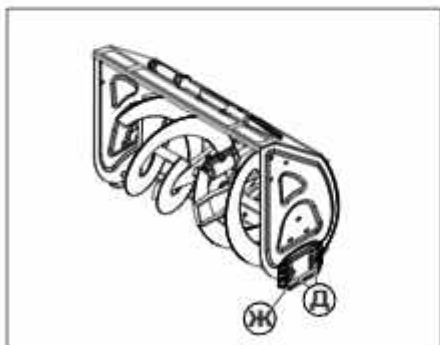

Рис. 33
4. Ослабьте гайки крепления тормозного башмака (рис. 33, поз. Д) на тормозном башмаке (рис. 33, поз. Ж).